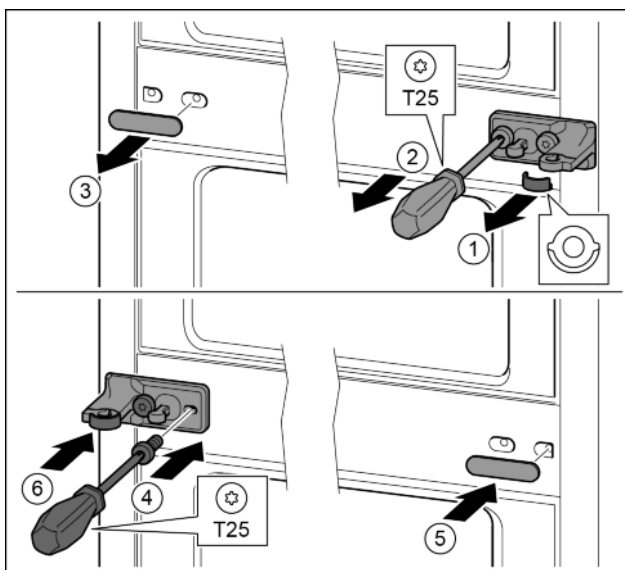

Fig. 14
- ▶ Enlever la rondelle. Fig. 14 (1)
- ▶ Desserrer les vis avec le tournevis T25. Fig. 14 (2)
- ▶ Enlever délicatement le cache. Fig. 14 (3)
- ▶ Visser fermement le support de palier avec film tourné de 180° de l'autre côté. Fig. 14 (4)
- ▶ Poser le cache tourné de 180° de l'autre côté. Fig. 14 (5)
- ▶ Enfiler la rondelle par devant. Fig. 14 (6)